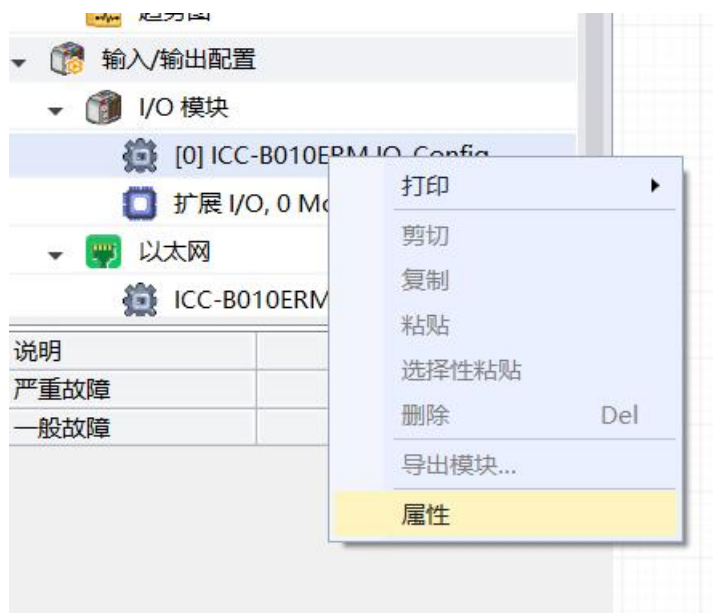

图 1-79 控制器属性
- (1) 在 输入/输出配置->I/O 模块 的第 0 槽控制器处右键单击，选择 属性，如图 1-79 所示。